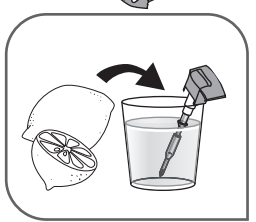

Fig. 19
- Lăsați tija scufundată timp de 4 ore într-un pahar cu oțet din alcool alb sau cu suc natural de lămâie – fig.19.